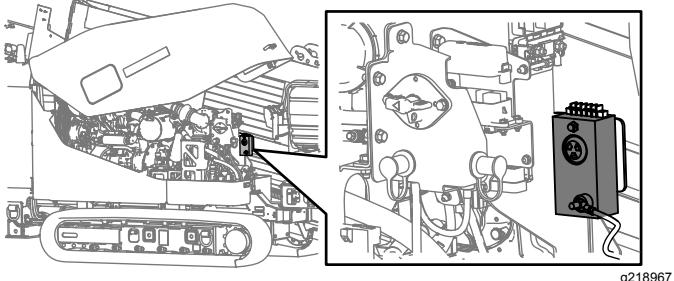
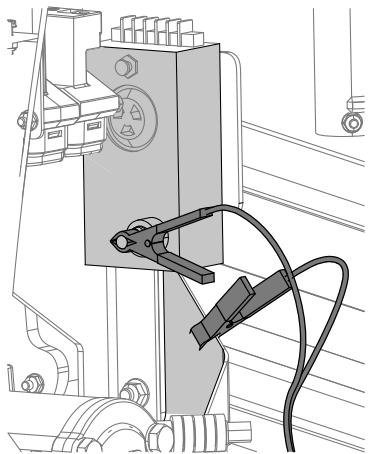

Figure 46
Figure 47
- Connectez une pince crocodile du testeur Zap-Alert au goujon de mise à la terre du système Zap-Alert (Figure 46 et Figure 47).